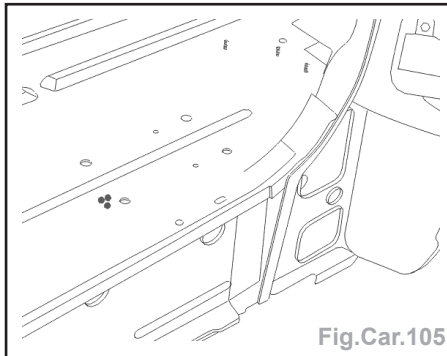

Fig.Car.105
- Souder par points bouchons (Fig.Car.105).